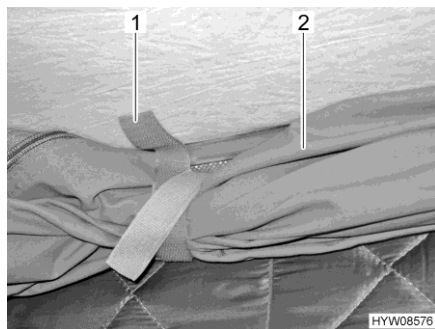

Fig. 48 Passanti di sostegno
- Staccare i passanti di sostegno (Fig. 48,1) che si trovano sul tessuto della tenda avvolto (Fig. 48,2).
- Avvolgere il tessuto della tenda (Fig. 48,2) e fissarlo con i passanti di sostegno (Fig. 48,1).